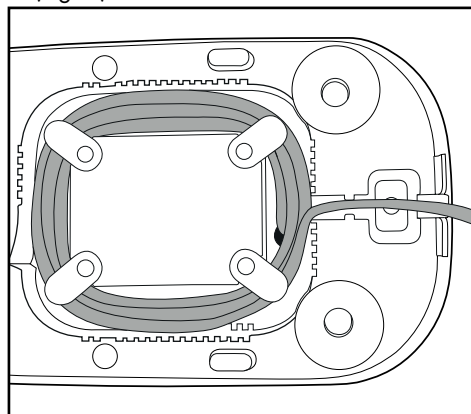

Fig. 3: Suport înfășurare cablu
- Înfășurați cablul de alimentare **4** în jurul suportului aflat dedesubtul aparatului (Fig. 3):